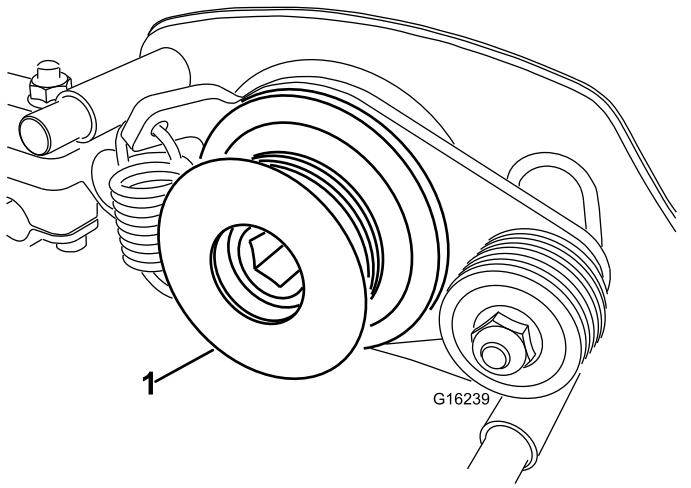

Figura 35
7. Remova a polia da transmissão do rastelo do eixo do cilindro (Figura 35).